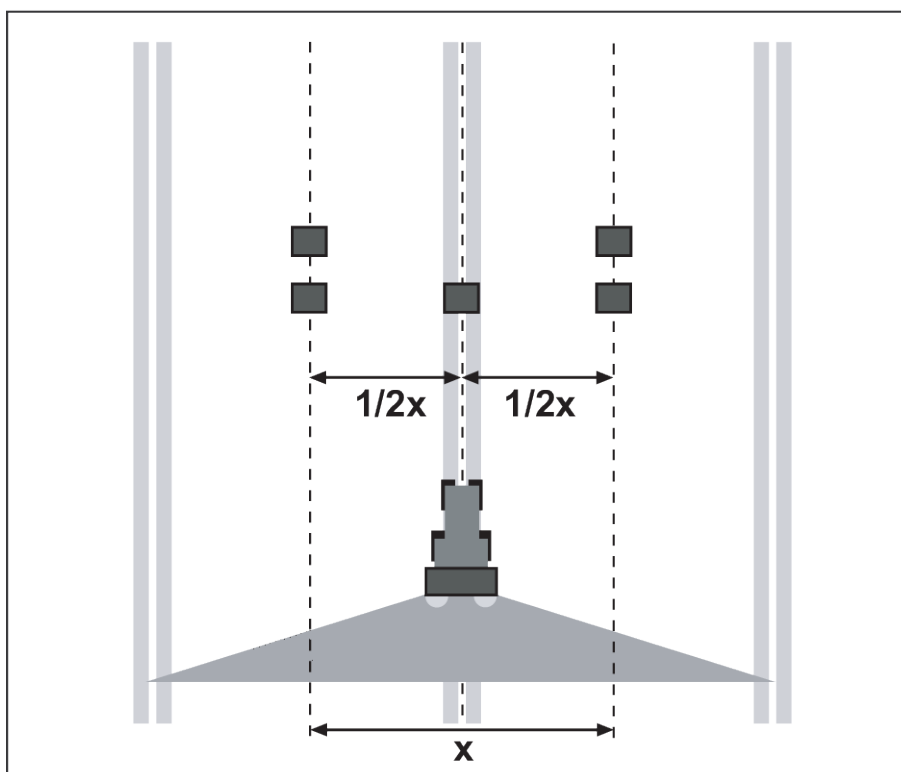

Fig. 34: Installation dans le cadre d'un passage
- ▶ Installer deux bacs récupérateurs l'un derrière l'autre séparés par un écart de **1 m** dans les zones de recouvrement (entre les passages de roue) et un bac récupérateur dans la voie centrale (selon Fig. 34).